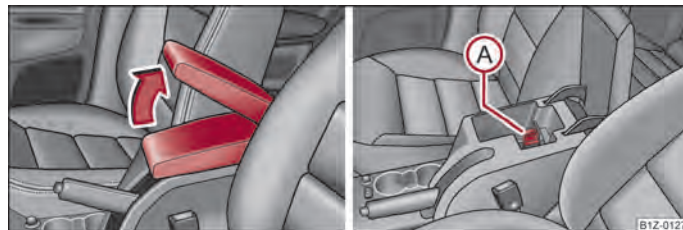

Fig. 84 Apoyabrazos: Compartimento portaobjetos/refrigeración del compartimento portaobjetos
- Abra la tapa del apoyabrazos en el sentido de la flecha ⇒ fig. 84 - lado izquierdo.